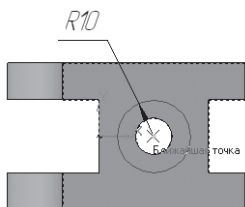

Рис. 221
- постройте окружность радиусом 10 мм ($\varnothing = 20$), сработает глобальная привязка Ближайшая точка (рис. 221);